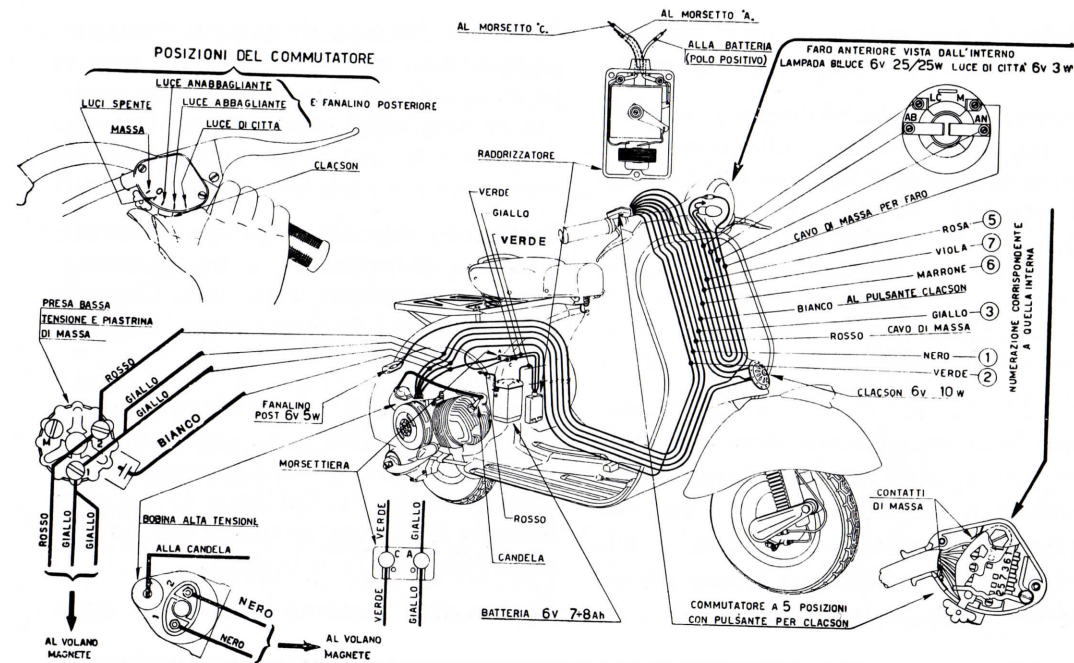

Fig. 3 - Schema impianto elettrico
**Illuminazione e clacson.** L'illuminazione è ottenuta a mezzo di corrente alternata fornita direttamente dal volano magnete, la quale alimenta la lampada biluce (6 volt. 25/25 watt.) del faro Ø 105 a tre luci, la luce targa (lampada 6 volt. 5 watt.) e il clacson. Per la luce di città (lampada 6 volt. 3 watt.) e luce targa, quando il commutatore si trova nella posizione 3, l'alimentazione è in corrente continua che viene fornita dalla speciale batteria di accumulatori da 8 Ah. costantemente ricaricata dal volano magnete attraverso un apposito raddrizzatore metallico ed una impedenza (vedi fig. 3).